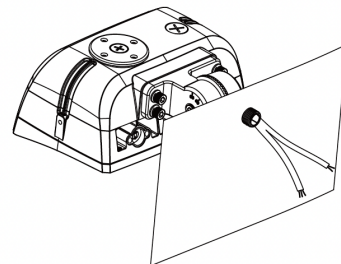

Fig 1.4
5. Faire passer les filetages du support à travers la surface de montage et fixer à l'aide de l'écrou de blocage (Fig. 1.4).